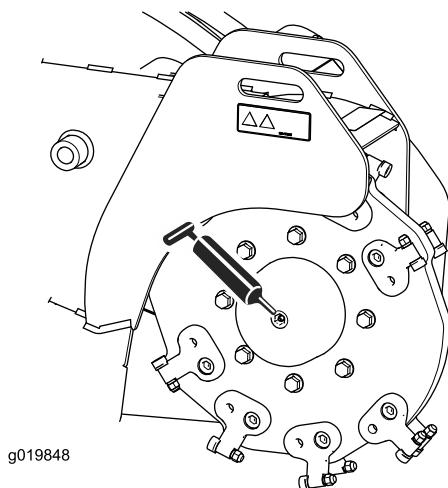
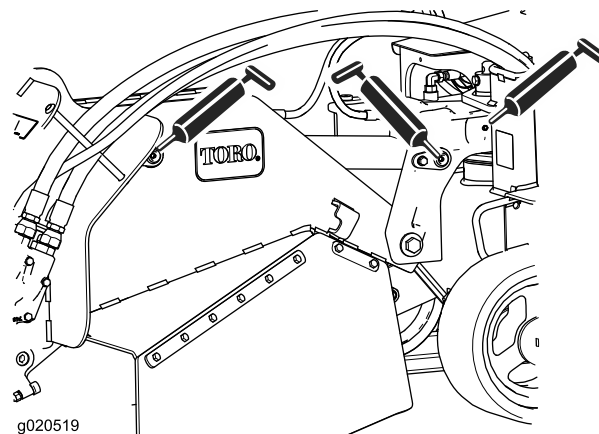

Bild 26
Bild 28
3. Setzen Sie die Fettpresse nacheinander an allen Nippeln an (Bild 26 und Bild 28).